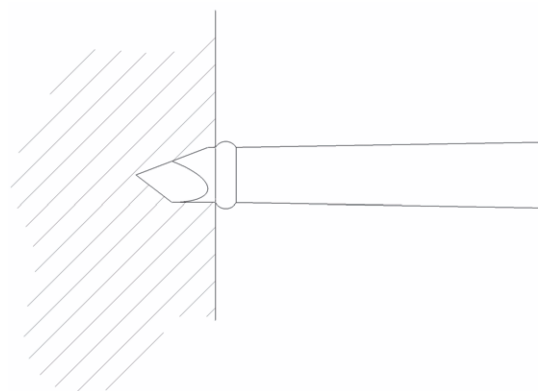

Рис. 1 Шило полностью вставлено
- Никогда не вставлять шило ниже уровня выступающей кромки, см. рис. 1.